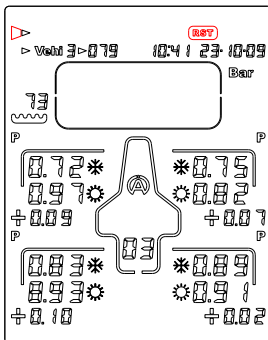

Figura 14
- 1) Con i 4 tasti  , selezionate l'icona « **RST** » (figura 14)